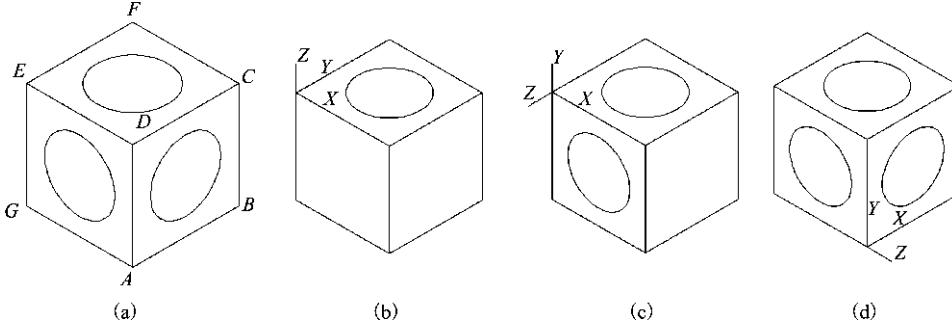

图 1-128 用户坐标练习
【实例 1-38】 绘制一个边长 300 mm 的正方体, 并在正方体的三个不同面的中心位置画半径为 100 mm 的圆, 完成后如图 1-128(a)所示。
⑤新建用户坐标系, 画 ABCD 平面的圆, 如图 1-128(d)所示。